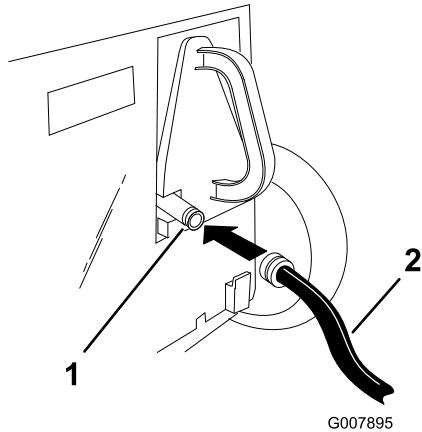

Figura 21
3. Sollevate lo sportello posteriore e montate il giunto sul raccordo di lavaggio del tosaerba sul coperchio di scarico (Figura 21).